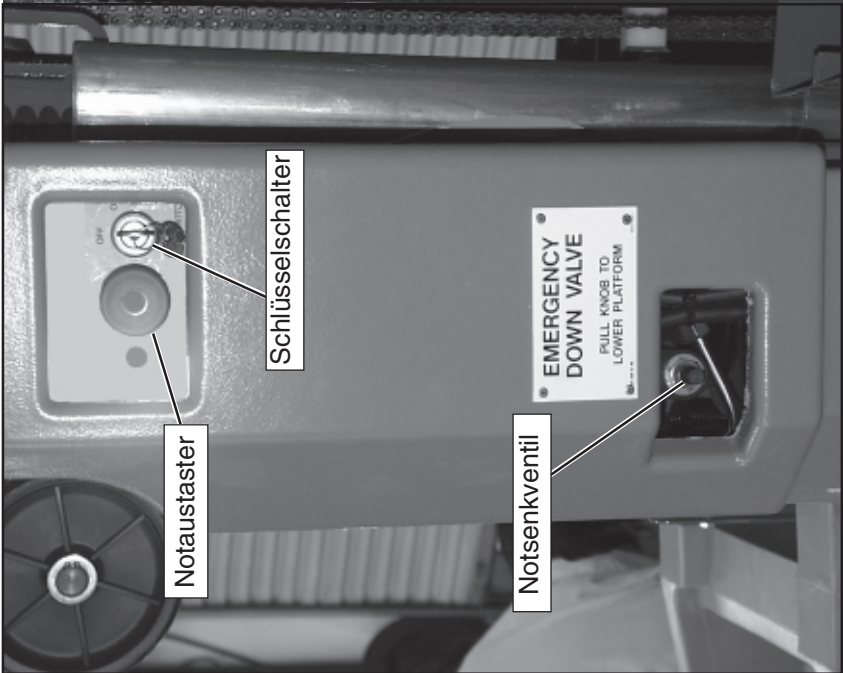

Abbildung 5: Fahrwerks-Bedienorgane
Zum Absenken der Arbeitsbühne bittet man eine am Boden stehende Person, zum Absenken der Arbeitsbühne das Notsenkventil zu öffnen. Dieses Ventil ist durch einen Ausschnitt in der Abdeckung der Stromversorgung auf der linken Seite des Masts (Abbildung 5) zu erreichen.
2. Schlüssel auf **“ON”** (Ein) drehen; der Schlüsselschalter befindet sich auf der linken Seite des Masts (Abbildung 5).